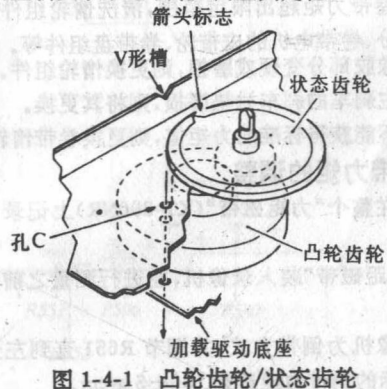

图 1-4-1 凸轮齿轮/状态齿轮
- ① 确认主机座上的孔 C 与凸轮齿轮上的孔及加载驱动底座上的孔成一条直线,如图 1-4-1 所示。如果不对,则沿着图 1-4-1 中所示方向转动全加载驱动的皮带轮齿轮组件,使录像机到快进(FF)方式(参照图 1-3-27)。
- ② 确认状态齿轮上的箭头标志与 V 形槽对准,如果没对准,则重新安装状态齿轮,调整其定位。